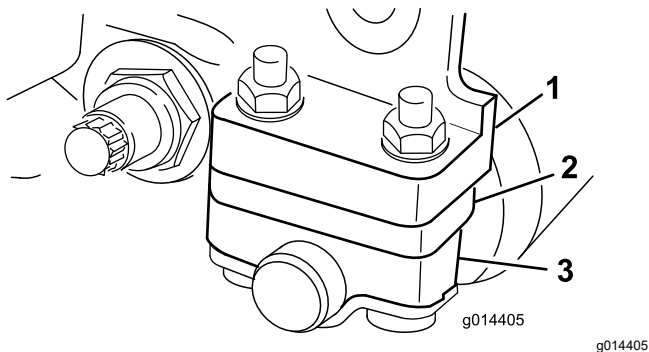

Figura 12
1. Reglați consolele rolei posterioare la intervalul înălțimii de tăiere dorite, poziționând numărul necesar de distanțiere sub flanșa de montare a plăcii laterale (Figura 12) conform Diagrame de selectare a înălțimii de tăiere și a contracuțitului (Pagină 16).